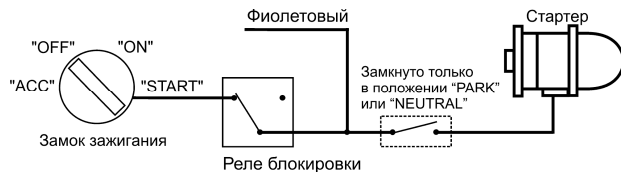

Рис.1. Подключение фиолетового провода.
**Фиолетовый провод** должен быть подключен после реле блокировки запуска двигателя (если таковое используется), но перед выключателем стартера, который блокирует срабатывание стартера, если коробка передач находится не в положении "PARK" или "NEUTRAL". На фиолетовом проводе появляется напряжение +12В в момент автоматического или дистанционного запуска двигателя. При включении зажигания ключом на этом проводе должно появляться напряжение +12В только когда ключ находится в положении START. Во всех других положениях замка зажигания напряжение должно отсутствовать. Провод подключается к тяговому реле стартера после цепи блокировки стартера охранной системой (см. Рис.1. и Рис.5). Максимально допустимый ток выхода 20 А.